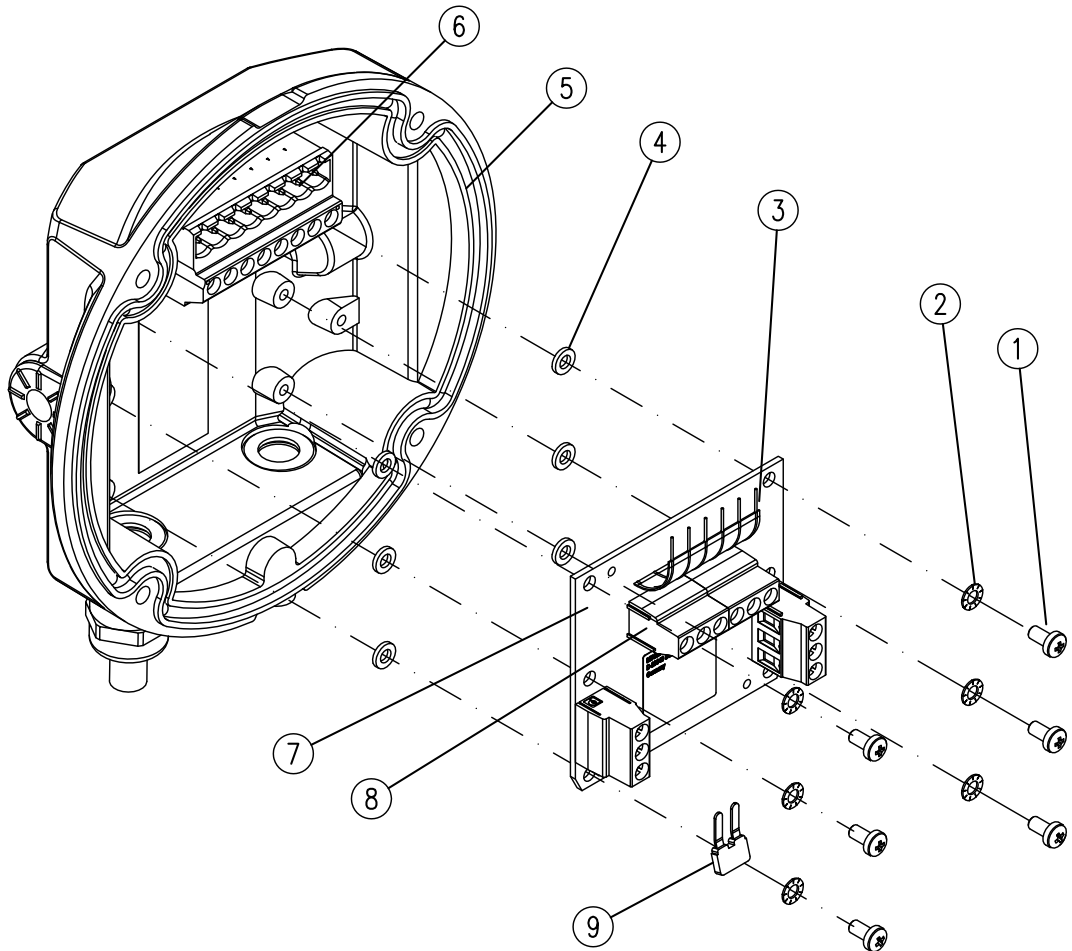
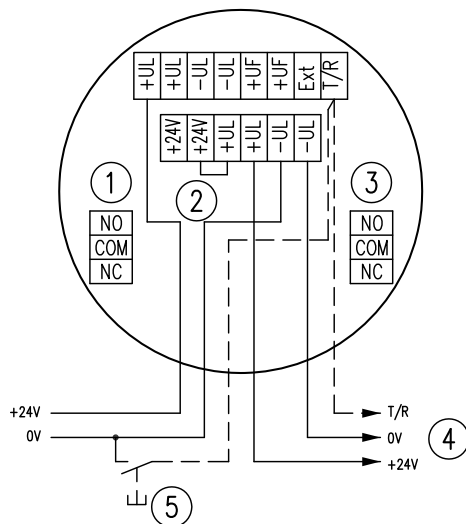
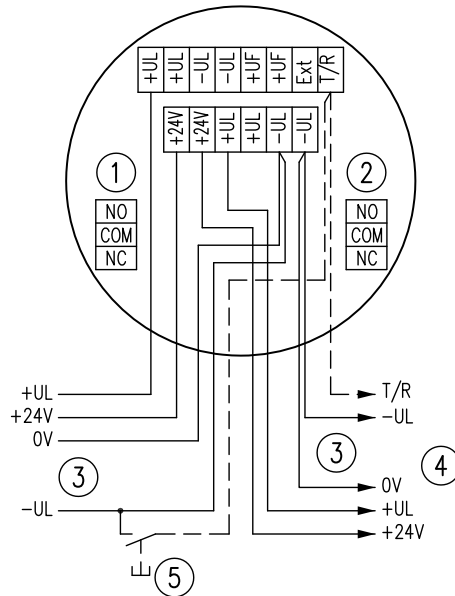

Abb. 42: Relaismodul KMX5000 RK montieren
Abb. 43: Anschluss Relaismodul - gemeinsame Spannungsversorgung
Abb. 44: Anschluss getrennte Spannungsversorgung
1. ➤ Relaismodul (Abb. 42/7) mit je sechs Befestigungsschrauben (Abb. 42/1), Fächerscheiben (Abb. 42/2) und Kunststoff-Isolierbuchsen (Abb. 42/4) im Meldersockel (Abb. 42/5) festschrauben.
2. ➤ 6-poligen Flex-Anschluss (Abb. 42/3) mit korrespondierenden Anschlussklemmen (Abb. 42/6) am Meldersockel verbinden und verschrauben.
4. ➤ Bei gemeinsamer Spannungsversorgung: Kurzschlussbrücke (Abb. 42/9) sowie (Abb. 43/2) in Anschlussklemmen "+24V" und "+UL" stecken und verschrauben.
5. ➤ Bei getrennter Spannungsversorgung: Kurzschlussbrücke entfernen (Abb. 43/2) und gemeinsamen Rückleiter ("-UL" / "0 V") (Abb. 44/4) doppelt ausführen. Der Leiterquerschnitt muss bei beiden Leitungen gleich sein.